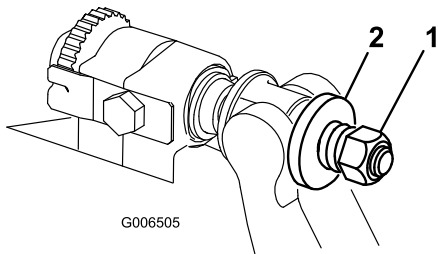

Figura 20
6. Aperte a porca da mola tensora até que a mola fique recolhida; em seguida, desaperte meia volta (Figura 20).